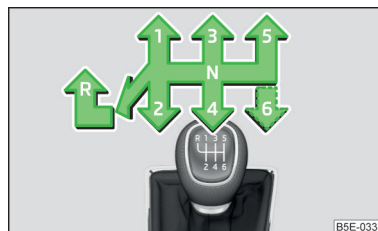

Fig. 232
Pe schimbătorul de viteze este reprezentată schema de selectare a treptelor individuale de viteză » fig. 232.
- ▶ Apăsați maneta schimbătorului de viteze în jos, complet spre stânga și apoi spre înainte, în poziția **R** » fig. 232.